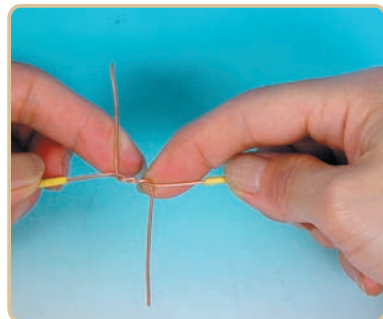

图 1-19
② 再将两根导线绞绕2~3圈,然后将绞绕处扳直,如图1-19。